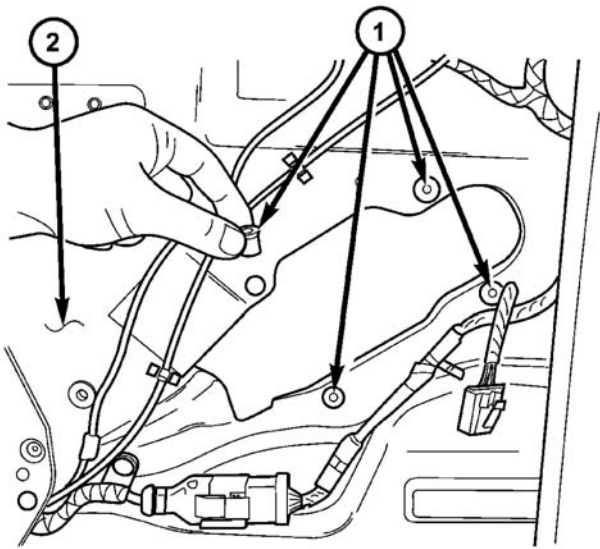

图 4 侧门电机套管螺母
- (1) 将门电机从门内板上拆下。（参见 8-电器系统/电动门/电机-拆卸）。
- (2) 通过直接将套管螺母从内板拉出的方式将套管螺母拆下（图 4）。若很难拆下套管螺母，那么可使用一个大杠杆比的切割工具将套管螺母切成两半，再将这两半从车门总成上拆下来。